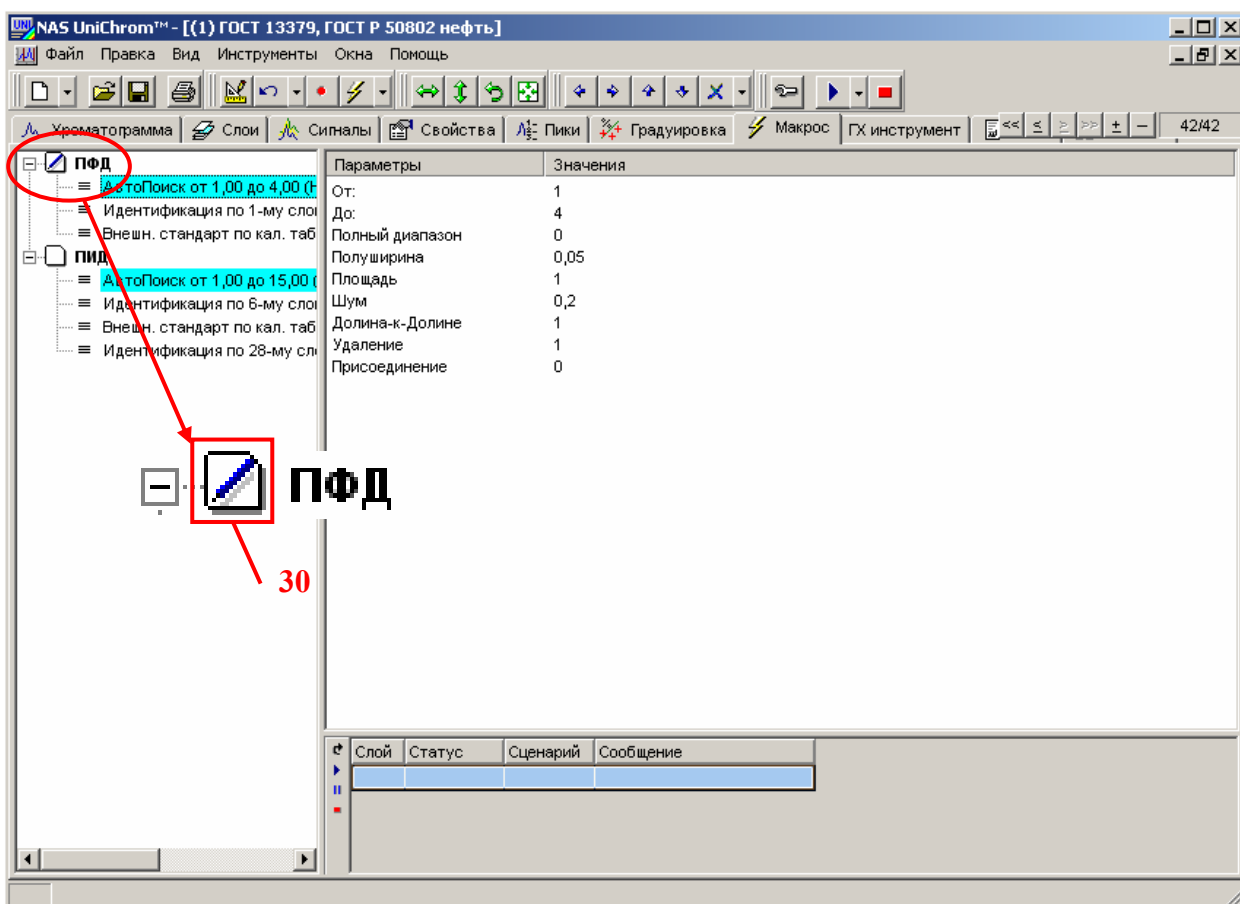

Рис. 52. Выбор макроса для записи.
33. Запись макроса «ПФД» (см. Рис. 52)
- Макрос является активным (готовым к записи в него элементов обработки хроматограммы), если этот макрос выбран (выделен), о чём свидетельствует специальная картинка слева от названия макроса – «**Листик с ручкой**» (см. Рис. 52). В противном случае отображается картинка «Чистый листик».